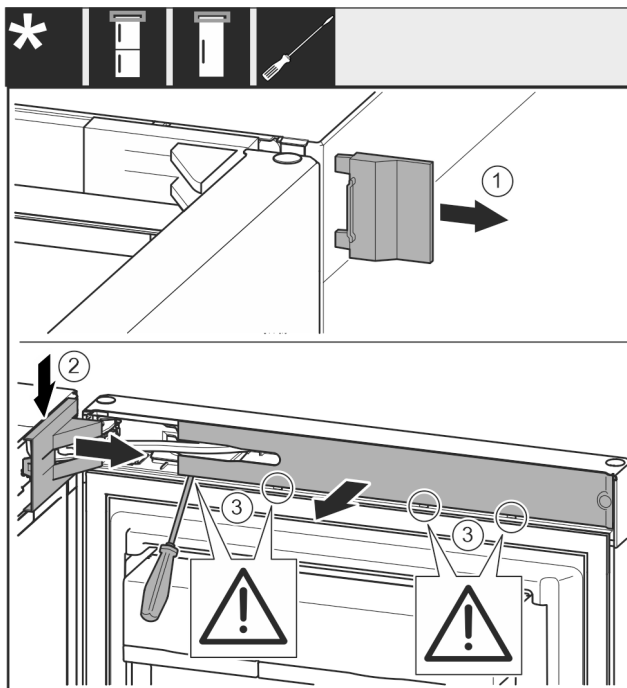

Fig. 8
- Skinite poklopac Fig. 8 (1).
- Podignite i otpustite pokrov podloška ležaja Fig. 8 (2).
- Skinite pokrov podloška ležaja Fig. 8 (2).
- Odvijačem s ravnom glavom odvojite masku Fig. 8 (3) i zakrenite je na stranu.